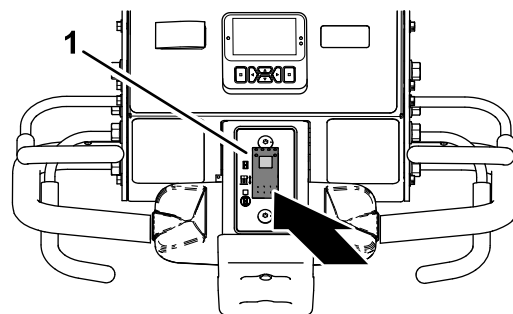

Figura 86
1. Premete la parte inferiore dell'interruttore per il controllo dell'abbassamento (Figura 86) selezionando ABBASSAMENTO IMMEDIATO.